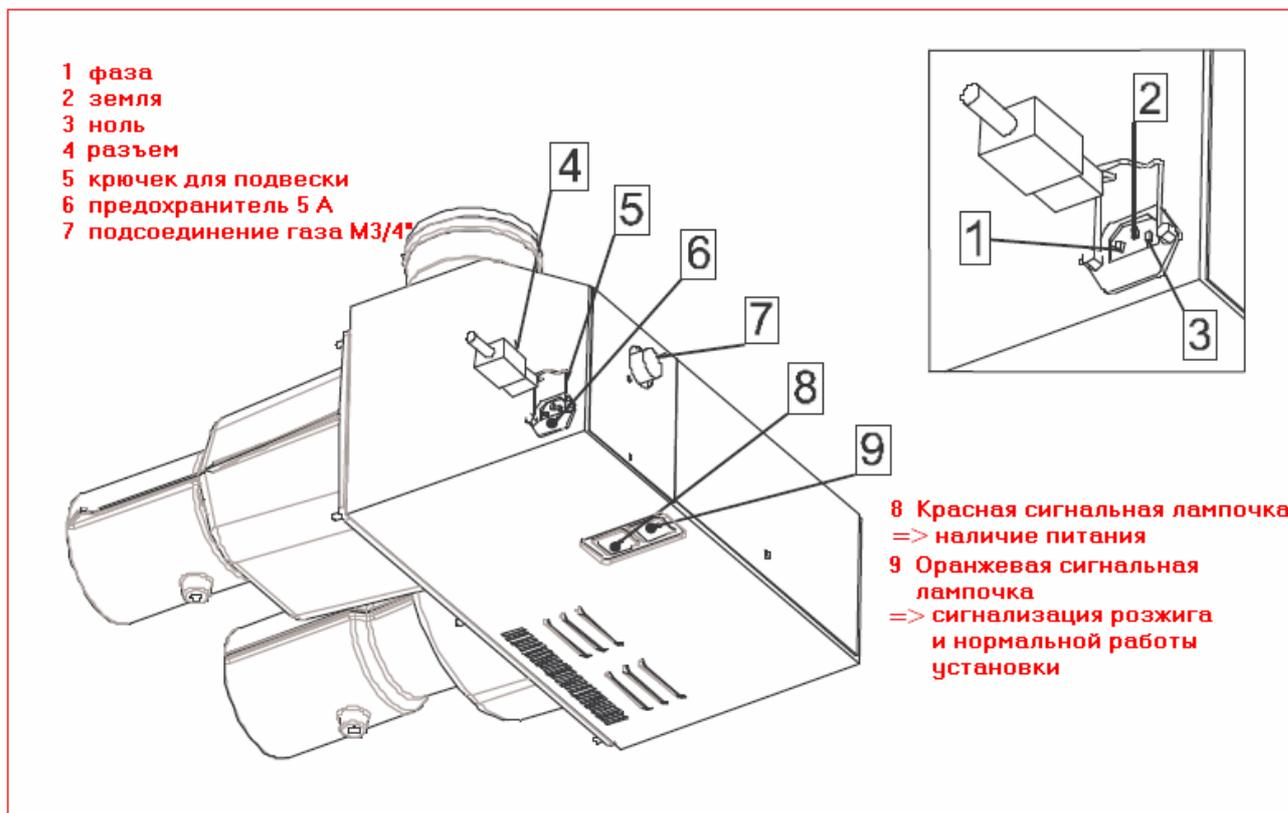

Рис. 22
6) ПОДКЛЮЧЕНИЕ ЭЛЕКТРОПИТАНИЯ (см. рис. 22)